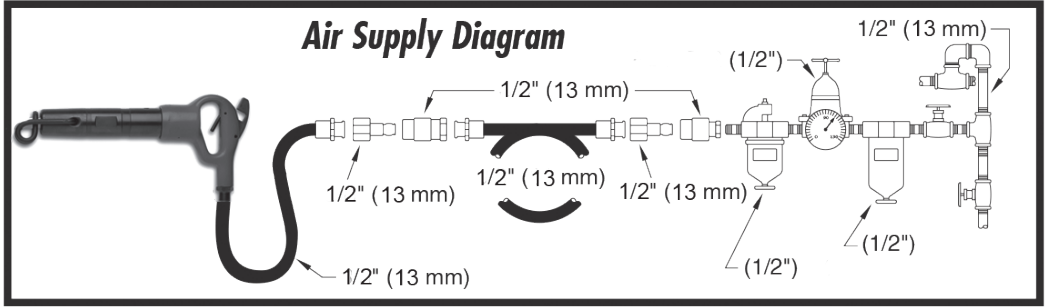

Fig. 01
- Connect device as shown in Fig. 01.
- To start the machine, pull the trigger (A). Machine speed is increase by increasing pressure on the trigger. Release the trigger to stop.
- Das Gerät wie in Abb. 01 gezeigt anschließen.
- Um die Maschine zu starten, muss der Auslöser (A) gezogen werden. Der Druck auf den Abzug bestimmt die Geschwindigkeit des Motors. Um die Maschine zu stoppen, den Auslöser wieder freigeben.